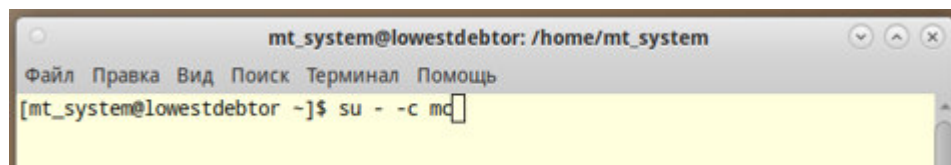

Рисунок 7
3.3.1.3 С помощью `su` запустить файловый менеджер "Midnight Commander": `su - -c mc` (рисунок 7).